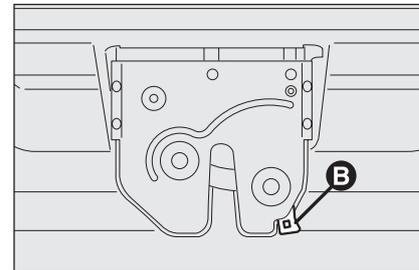

fig. 96
- introducir un destornillador en el orificio de la cerradura y bloquear el mecanismo de apertura **B-fig. 96**.